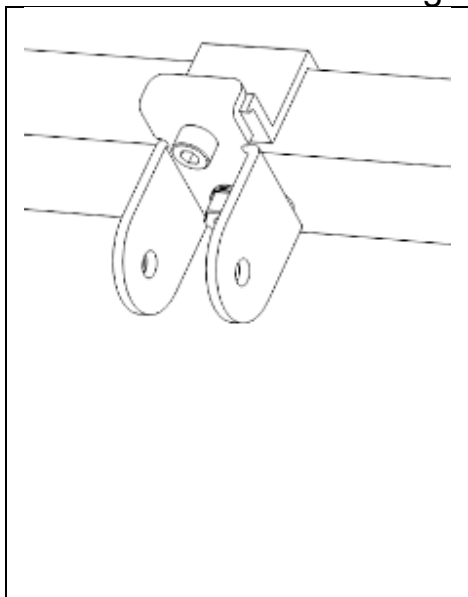

Bild 11
Schritt 4: Verbinden Sie das Rückbein (B) mit dem Halter (C1)
- Heben Sie das Panel an, um die Verbindung des Rückbeins (B) zu erleichtern (Bild 11).